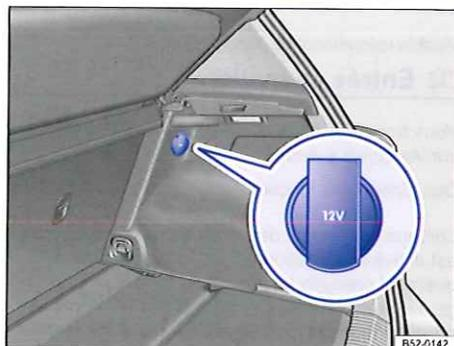

Fig. 135 Dans le coffre à bagages : prise de courant 12 volts.
- Dans le coffre à bagages  $\Rightarrow$  fig. 135